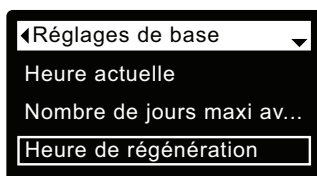

FIG. 50
3. Appuyez sur le **SÉLECTEUR (O)** pour afficher le menu des réglages de base (cf. Figure 50).
7. Appuyez sur le **SÉLECTEUR (O)** : l'afficheur revient au menu des réglages de base (Figure 50).